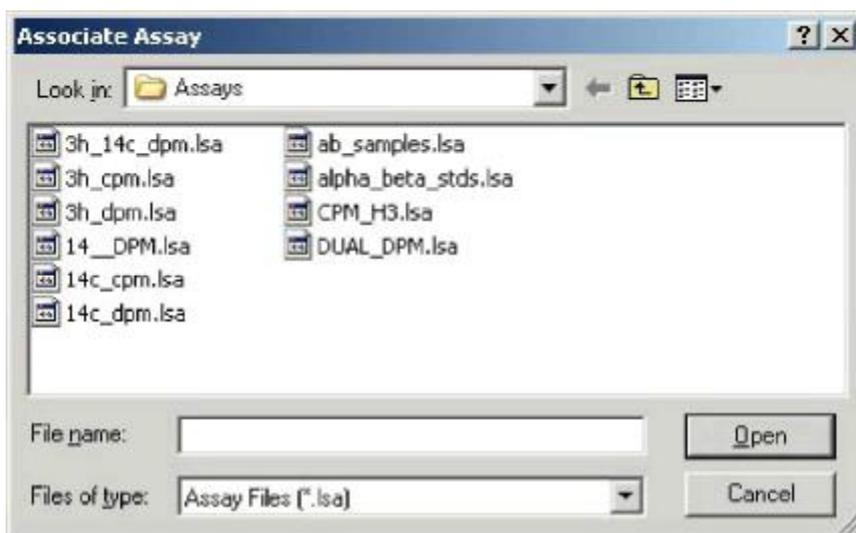

Рисунок 2-9. Окно Associate Assay (Присвоить анализ).
2. Когда появится окно *Associate Assay* (*Присвоить анализ*) (Рисунок 2-9) выберите анализ, который необходимо присвоить номеру флага протокола. Затем щелкните по кнопке **Open** (**Открыть**).